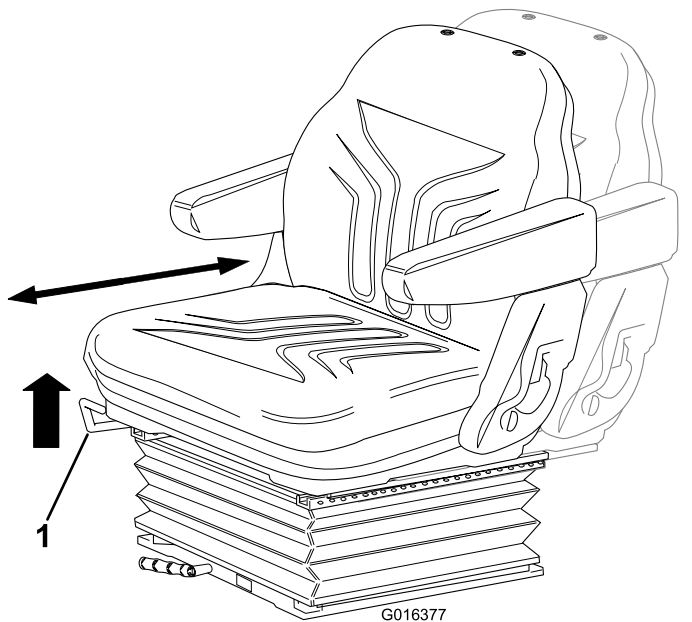

Figura 22
- Mueva la palanca hacia arriba para ajustar la posición hacia adelante y hacia atrás del asiento (Figura 22).